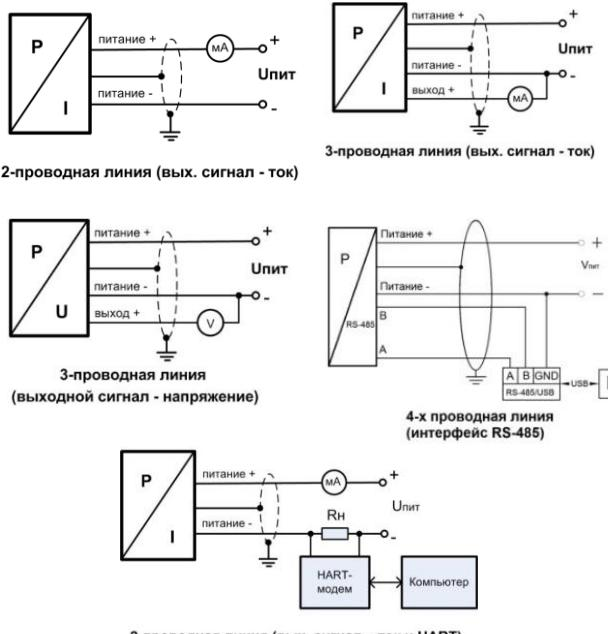

Рисунок 4. Схемы подключения.
4.9. Цепи датчика подключаются через разъемы в соответствии с электрическими схемами подключения (см. рис. 4., таб. 4.) или встроенным в датчик кабелем, согласно цветовой маркировке проводов кабеля (см. таб. 4.).